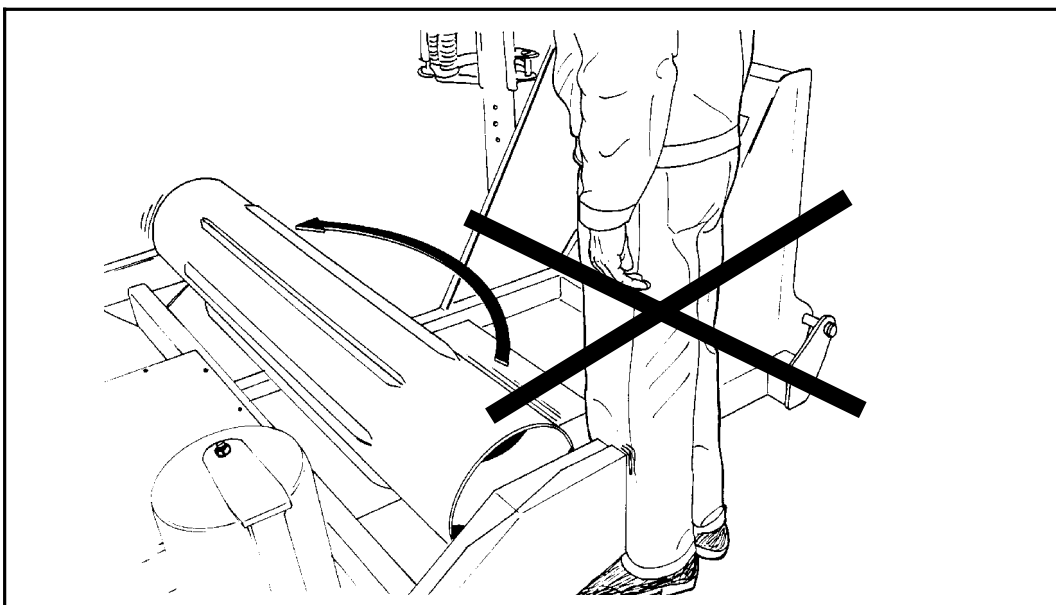

Bild 2-1
1. Achten Sie vor allem auf den rotierenden Drehtisch. Achten Sie darauf, daß der Sicherheitsring immer montiert ist. Er verhindert, daß sich eine Person zwischen dem Drehtisch und dem Haupttrahmen einklemmt. **Das Entfernen oder gar das Nichtanbringen des Sicherheitsringes führt zu einem hohen Sicherheitsrisiko. Die Gefahr, daß Sie sich zwischen Haupttrahmen und Drehtisch einklemmen, ist sehr groß (Abb. 2-1).**